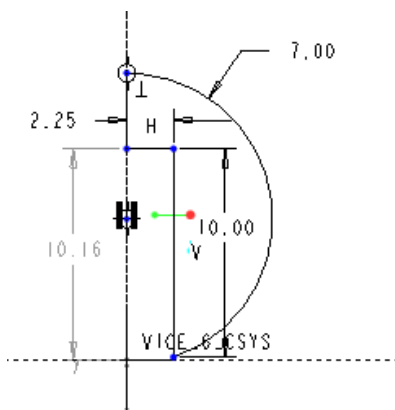

図 6-8 余分な線の削除
- 次に「セグメントを削除」を使用して図 6-8 に示すように余分な線を削除し、穴部の半径 2.25mm (直径 4.5mm の寸法を入力することも可能である) と深さ 10mm を指定する。